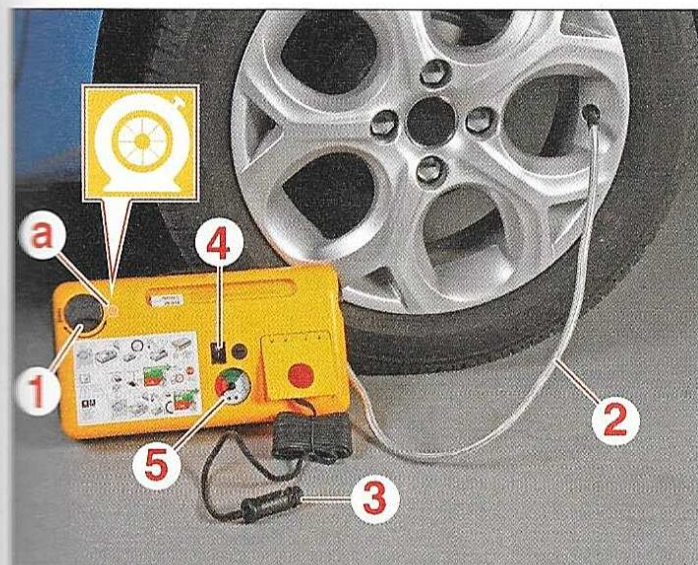

FIG.1
- Tourner la commande (1) sur la position (a) (Fig.1).
- Dérouler complètement le tuyau blanc (2) et le raccorder à la valve du pneumatique à réparer.
- Brancher l'adaptateur (3) à la prise 12 V du véhicule.
- Mettre en marche le compresseur en basculant la commande (4), sur la position "I", jusqu'à ce que la pression au manomètre (5) atteigne deux bars.
*Si au bout de cinq à sept minutes environ, cette pression n'est pas atteinte, c'est que le pneumatique n'est pas réparable. Le produit de colmatage est injecté sous pression, il convient de ne pas débrancher le tuyau blanc (2) pendant cette opération.*
- Arrêter le compresseur en basculant la commande (4), sur la position "0".